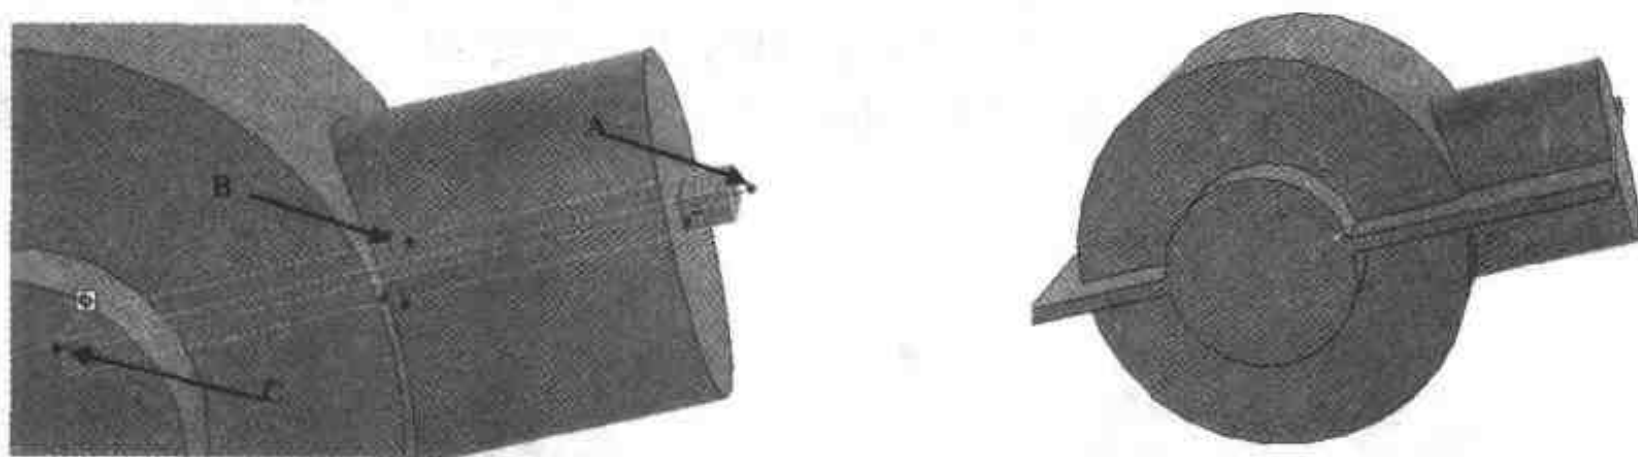

图 2.8 调整长方体的尺寸
- (8) 按住 Shift 键的同时拖动如图 2.8 所示的手柄 A 到圆柱体的右侧表面释放(智能捕捉), 然后右击手柄 B, 将宽度改为 15, 长度改为 350, 最后右击如图所示的智能手柄 C, 将高度改为 590, 按 F8 键后结果如图 2.8 右图所示。